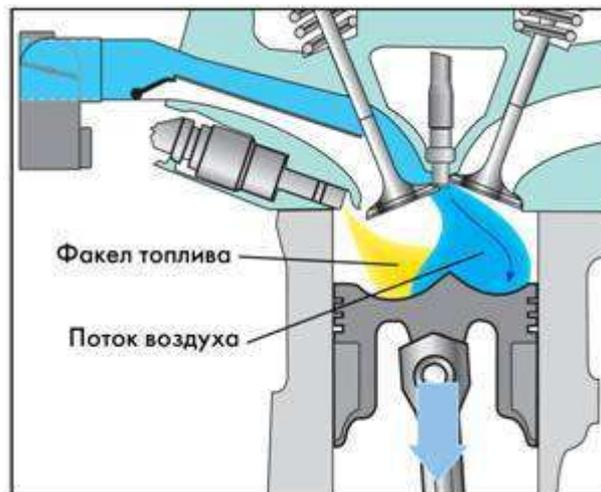

Рисунок 3.22 – Процесс впрыска топлива при гомогенно-обедненном распределении смеси
2. Процесс впрыска топлива (рис.3.22)